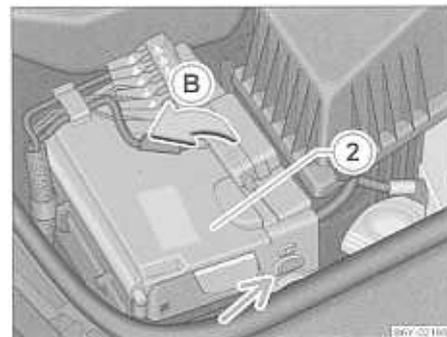

Fig. 132 Bateria.
- Separe las pestañas de encastre situadas en los lados de la cubierta de la batería ② y abata la cubierta en el sentido de la flecha B ⇒ fig. 132.